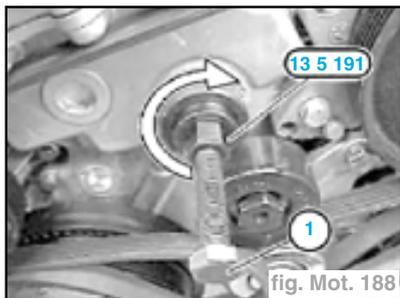

fig. Mot. 188
- Visser l'outil **13 5 191** sans la vis d'extraction (1) dans la roue dentée de la pompe et serrer la vis (1) jusqu'en butée sur l'axe de la pompe (fig. Mot. 188).